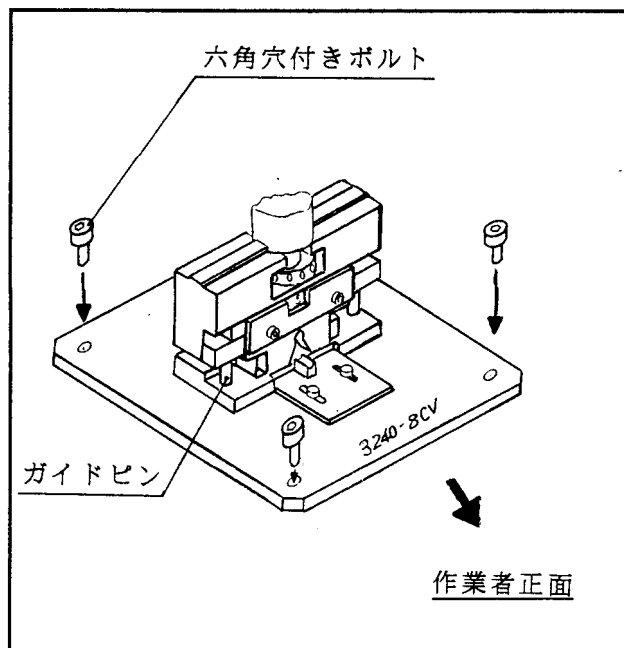

図 3
- ①六角穴付きボルトをハンドプレスのベースより取り外して下さい。
- ②ガイドプレートの4個の穴をハンドプレスのベースの4箇所ネジ部にあわせて仮止めします。
- ③図3のようにプレスのハンドルを下げ、加圧ブロックのガイドピンをガイドプレートのガイド穴に誘い込んで下さい。
- ④ガイドピンをガイド穴に誘い込んだ状態で、仮止めしてある六角穴付きボルトをしっかりと締め付け、固定して下さい。